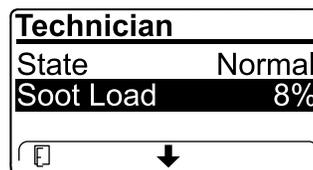

Рисунок 36
- Посмотрите объем сажи, измеряемый в виде процентов в DPF (Рисунок 36); см. таблицу объема сажи.